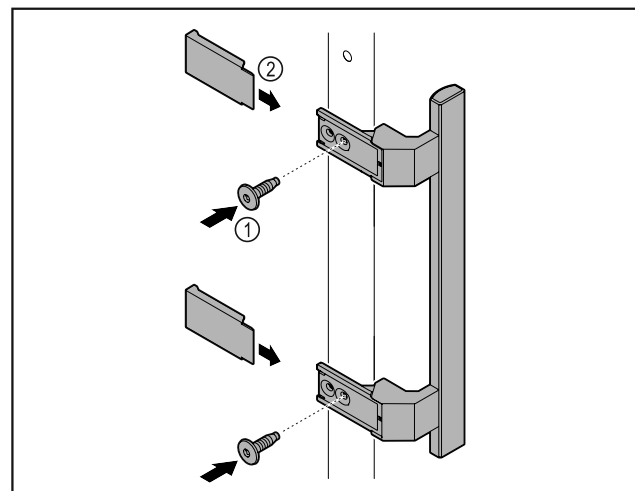

Fig. 7
- Kiinnitä oheispakkauksessa oleva kahva mukana olevilla ruuveilla Fig. 7 (1) oveen.
- Aseta suojus Fig. 7 (2) paikalleen.